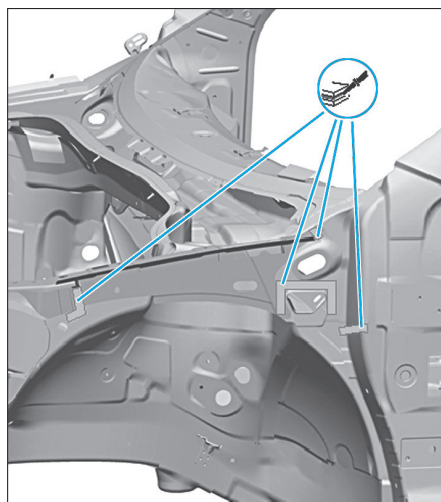

FIG. 17
- Appliquer de la colle bicomposant pour carrosserie au niveau du collage effectué (Fig.17).